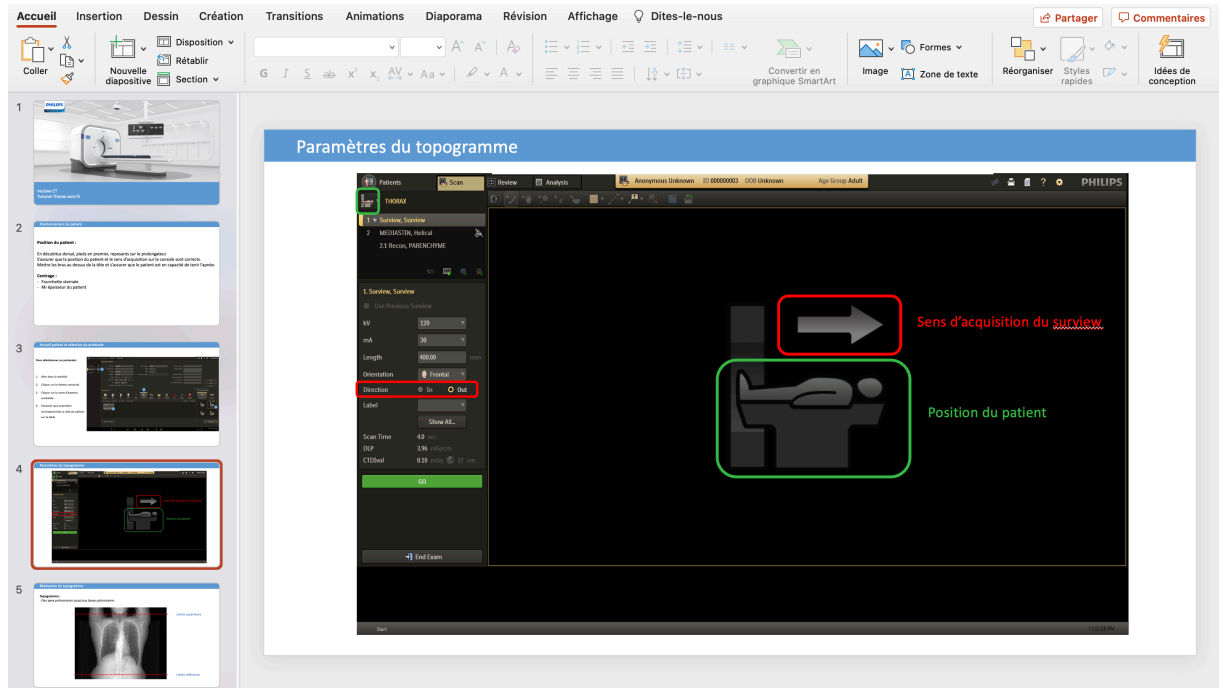

Figure 20 : Tutoriel pour la réalisation d'un scanner thoracique sans injection de produit de contraste
- **Réalisation de tutoriels sur l'Incisive CT** : L'objectif était de créer un tutoriel étape par étape pour les manipulateurs sur la réalisation d'un scanner du crâne par exemple, afin d'apporter un support même sans la présence de l'ingénieur d'application. J'en ai réalisé pour différentes localisations anatomiques. Cela se présentait sous la forme d'un document PDF, illustré de captures d'écran réalisées sur site lors des déplacements (figure 20).